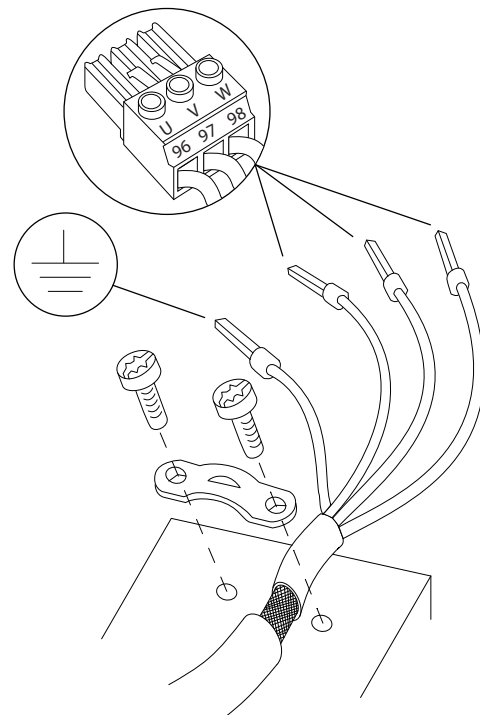

Abbildung 4.4 Motoranschluss
3. Schließen Sie das Erdungskabel gemäß den Erdungsanweisungen in Kapitel 4.3 Erdung an die nächstgelegene Erdungsklemme an, siehe Abbildung 4.4.
4. Schließen Sie die 3 Phasen des Motorkabels an die Klemmen 96 (U), 97 (V) und 98 (W) an (siehe Abbildung 4.4).